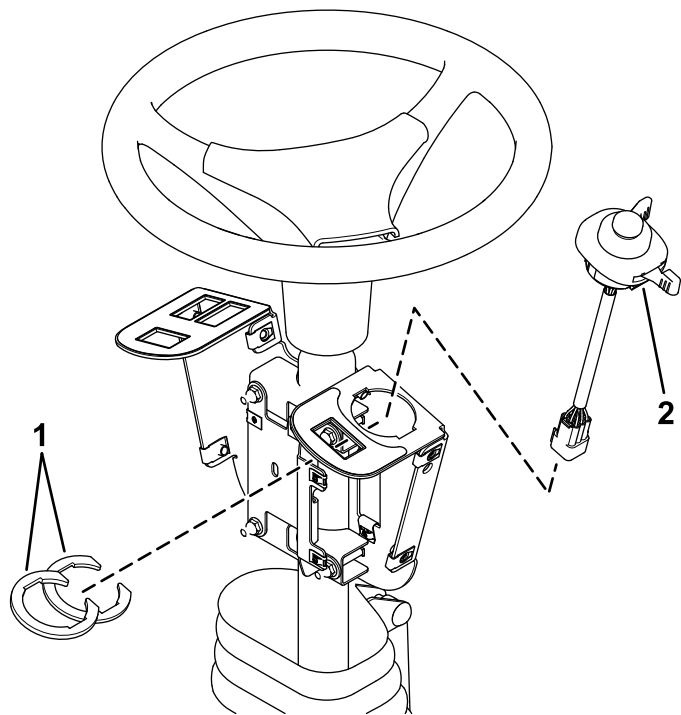

Figure 5
2. Installez le commutateur multifonction sur son support et fixez-le en place avec les clips placés sous le trou du commutateur (Figure 5).